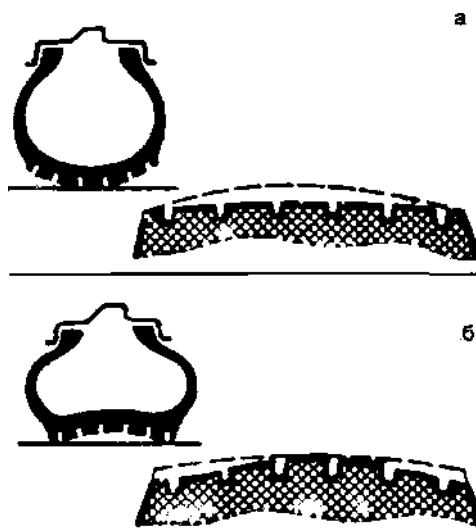

Рис. 5.49
- преждевременный износ протектора, особенно его средней части (рис. 5.49-а);
- интенсивному и (или) неравномерному износу шины, особенно краев протектора (рис. 5.49-б)